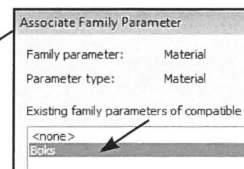

Fig. 06.51. Vælg en eksisterende *Parameter*, eller opret en ny.
- Vælg den *Material Parameter* vi tilføjede før (Fig. 06.51), eller opret en ny, på samme måde som på forrige side. Klik *OK*.